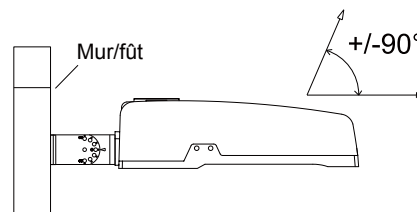

figure 11
3. Connectez le luminaire au support et resserrez les vis ; connectez les fils adéquatement (figure 11).
- Remarque : l'angle ajustable est de $\pm 90^\circ$ (figure 11).